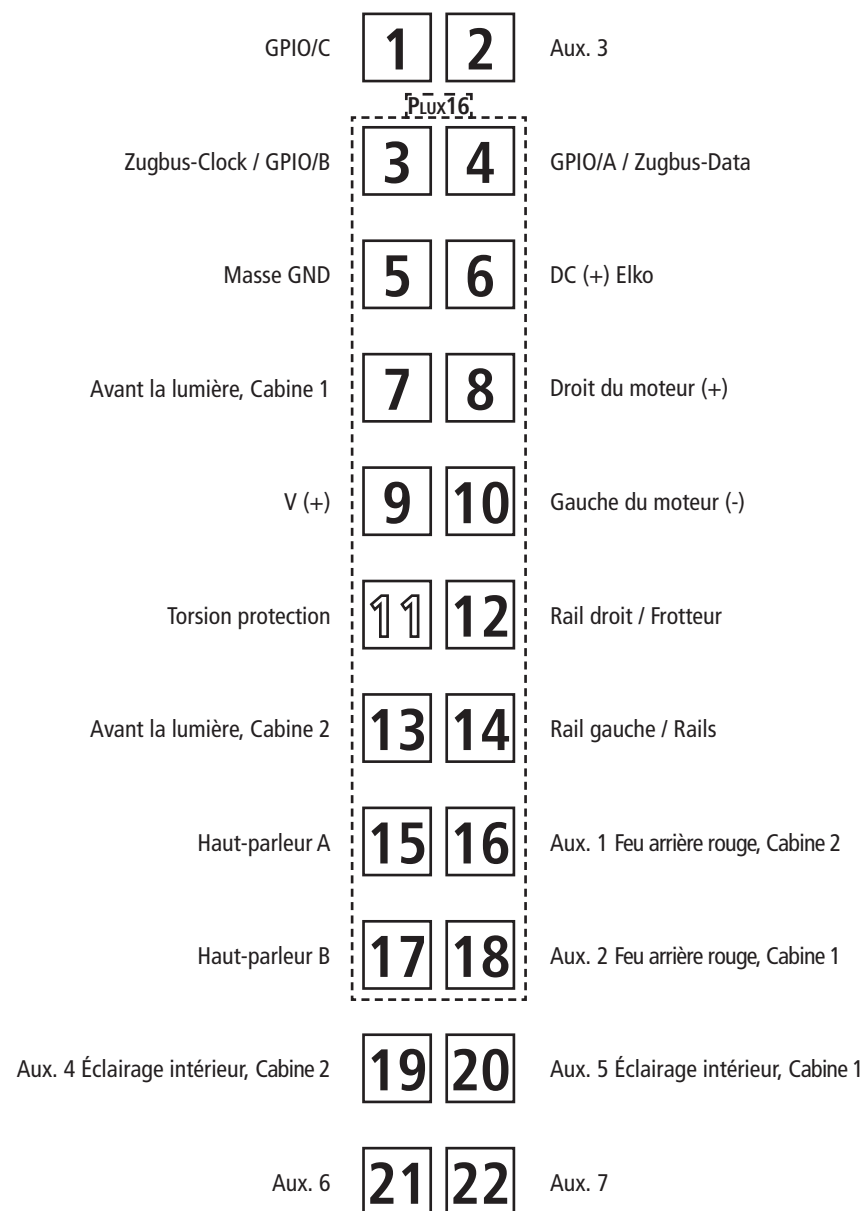
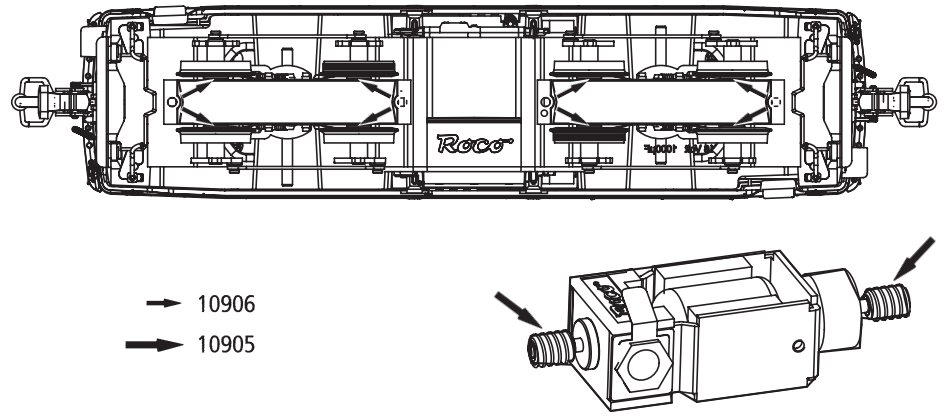

Fig. 5
Fig. 6
2. Haftreifenwechsel: Zuerst den Getriebedeckel sowie die Triebstangen abnehmen (Fig. 6). Danach den **Radsatz** herausnehmen und die **Haftreifen** mit einer Nadel od. mit einem feinen Schraubendreher abziehen (Fig. 5). Beim Aufziehen der neuen Haftreifen darauf achten, dass diese sich nicht verdrehen.
2. Change of traction tyre: Remove the gear cover as well as the driving rod (fig. 6). Take out **wheel set** and remove **traction tyre** using a pin or a fine screwdriver (fig. 5). When pressing on the new traction tyre please **avoid twisting it**.
2. Échange des bandages d'adhérence: Démontez d'abord le **couvre-carter des engrenages** des engrenages ainsi que la tige de conduite (fig. 6). Délogez ensuite les essieux bandagés et enlevez, à l'aide d'une aiguille ou d'un tourne-vis fin, les bandages d'adhérence (fig. 5). Lors du montage des nouveaux bandages veuillez veiller à ce que les bandages **ne soient pas tor-dués**.